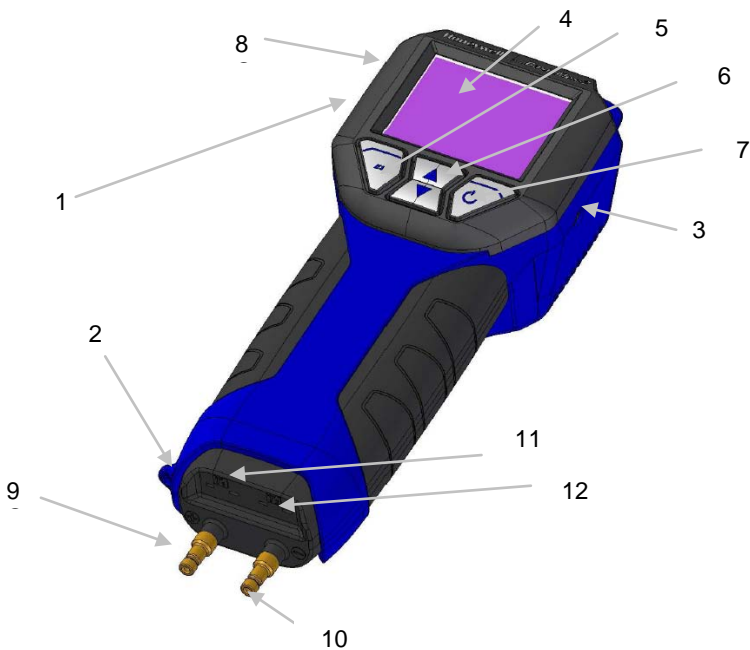

Abb. 1: Anzeige und Bedienelemente
14	Batteriedeckel (in Abb. 1 verdeckt auf der Rückseite)
- Stecker des Staurohrs in die Buchse 11 (Abb. 1) des Lindab PC 410 einstecken.
- Die Überdruckleitung des Staurohres Typ S wird an den (+) Druckanschluss (Abb. 1, Teil 9) und die strömungsabgewandte Leitung an den (-) Druckanschluss (Abb. 1, Teil 10) angeschlossen.
- Stecker der Temperaturmessungen in die Buchsen 11 und 12 (Abb. 1) des Lindab PC 410 einstecken.
Im Display erscheint der über die Buchse 11 (Abb. 1) gemessene Temperaturwert als T1 und der über die Buchse 12 gemessene Temperaturwert als T2.
- Stecker der Oberflächentemperaturfühler in die Buchsen 11 und 12 (Abb. 1) des Lindab PC 410 einstecken.
- Zugehöriges Netzgerät mit Ladeanschluss am Gerät (Abb. 1, Teil 3) verbinden und an das Stromnetz anschließen.